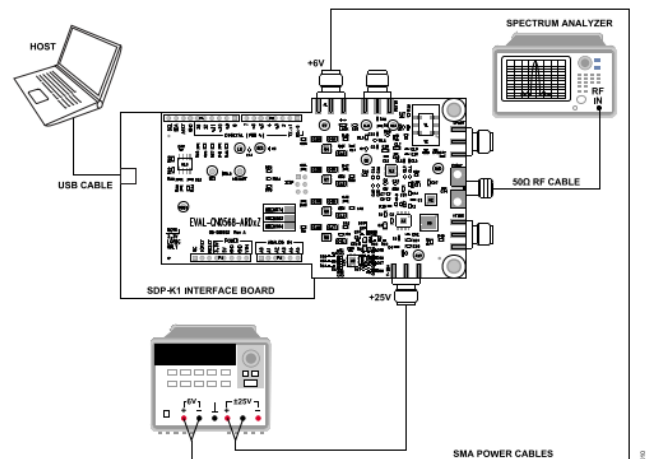

図 10. テスト・セットアップ
1. 電源がオフであることを確認します。図 10 に示すように評価用ボードをセットアップします。